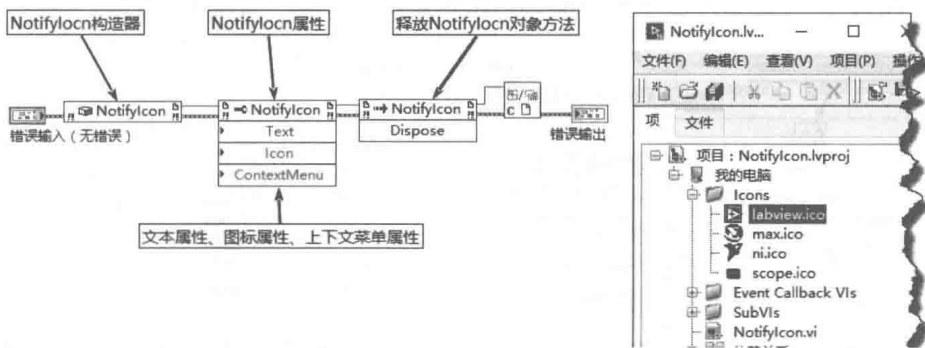

图 8-68 实现托盘程序的基本过程
step 1 实现托盘程序的基本过程为：构造 NotifyIcon 对象→调用属性节点→释放 NotifyIcon 对象→关闭引用，如图 8-68 所示。